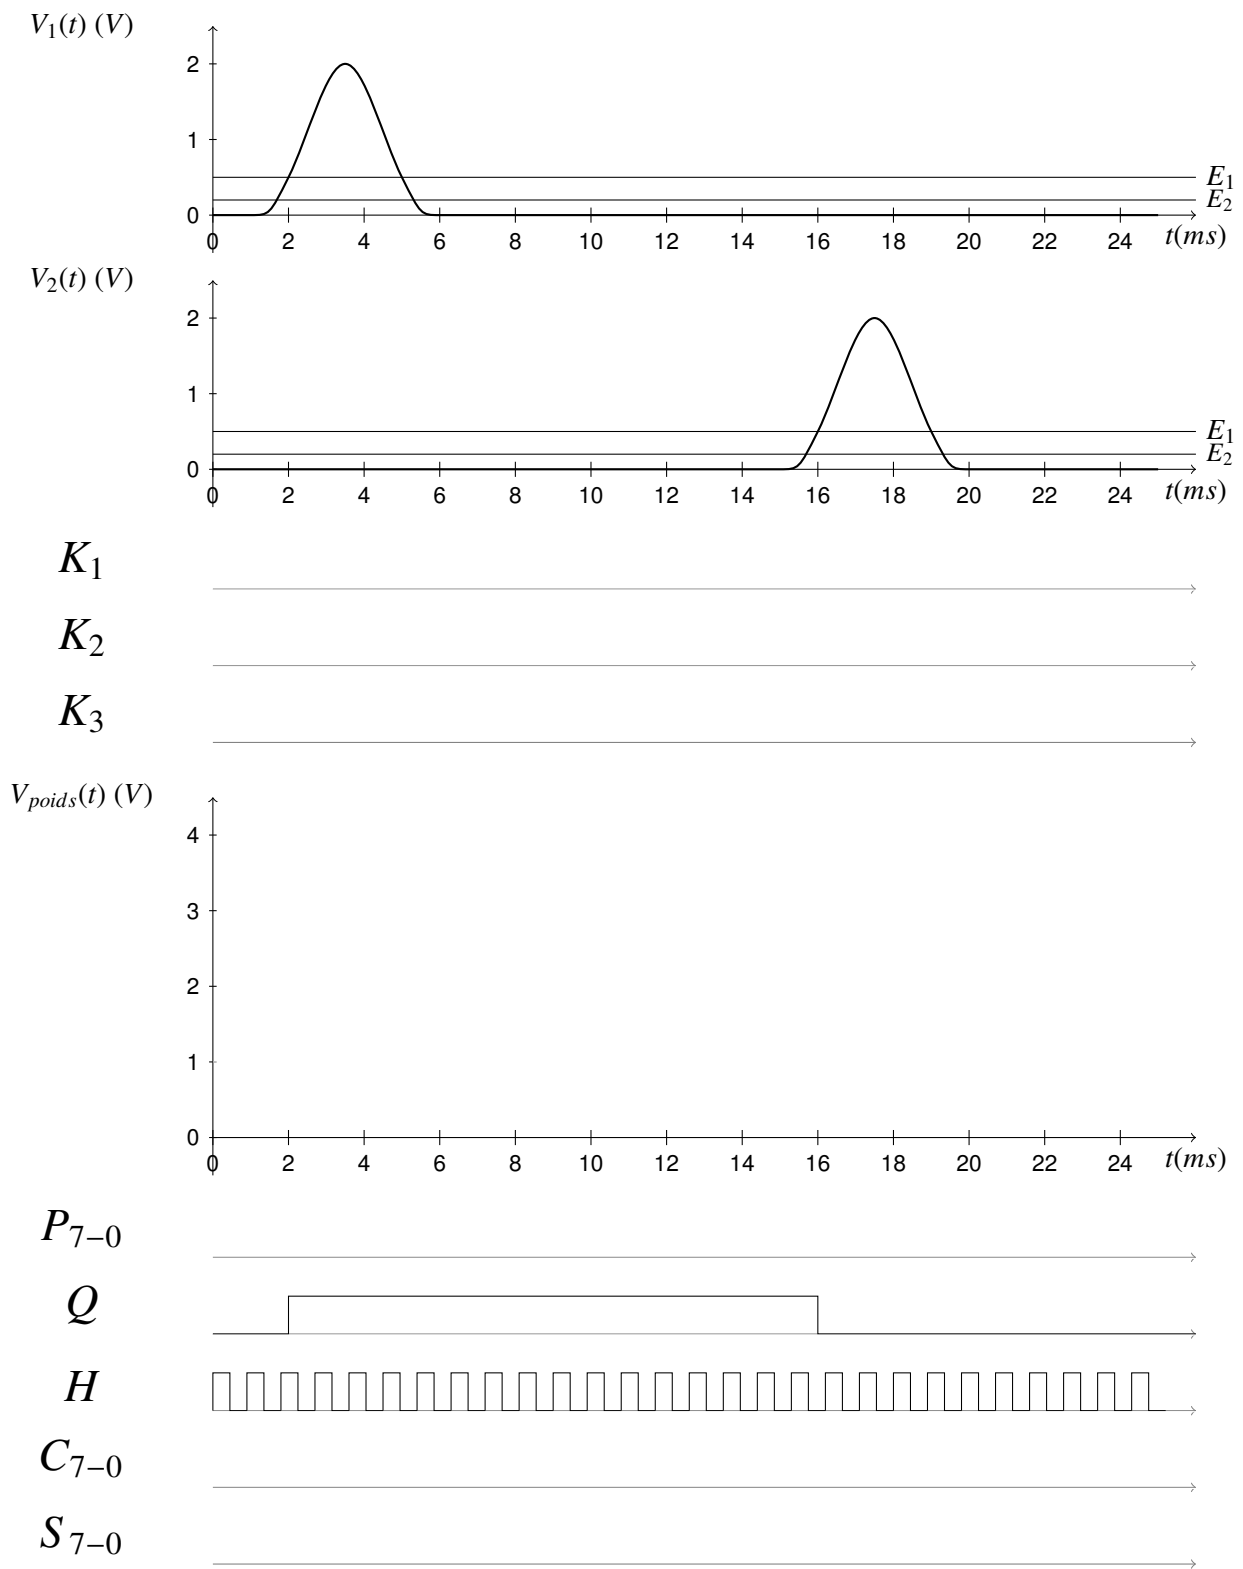

FIGURE 4 – Chronogramme du circuit de mesure de la circulation
- 1) D'après les courbes $V_1(t)$ et $V_2(t)$ du chronogramme de la figure 4, calculez la vitesse du véhicule qui est passé, en m/s puis en km/h.